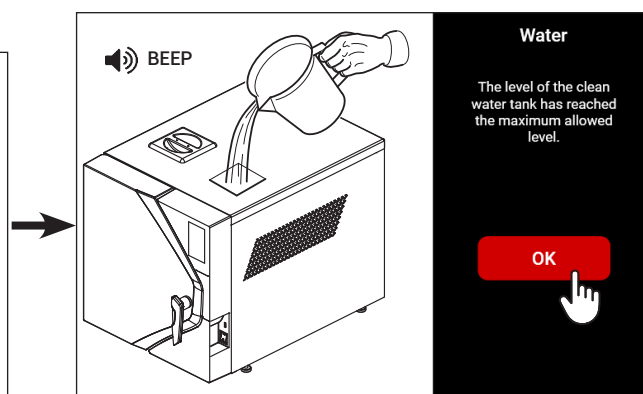

fig.14
- Retirez le bouchon du réservoir et remplissez le réservoir d'eau déminéralisée jusqu'au niveau maximum. Lorsque le réservoir est plein, le dispositif l'indique avec un message sur l'écran et un signal sonore (fig. 14).